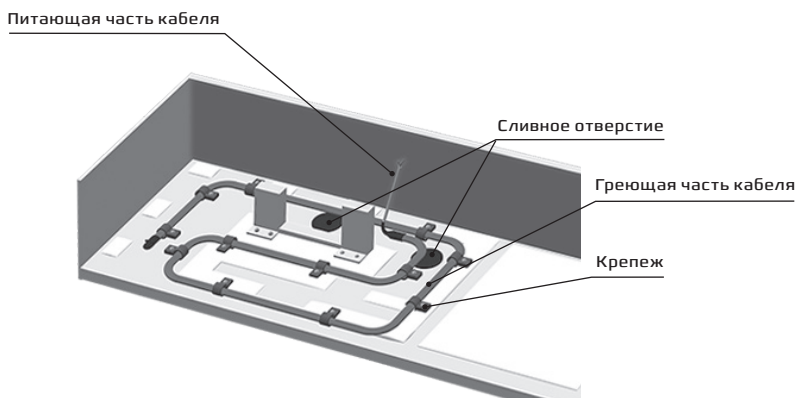

рис. 1
- 1.1. Монтаж осуществляется во внешнем блоке кондиционера, в вентиляторном отсеке, на днище, как показано на рис. 1.